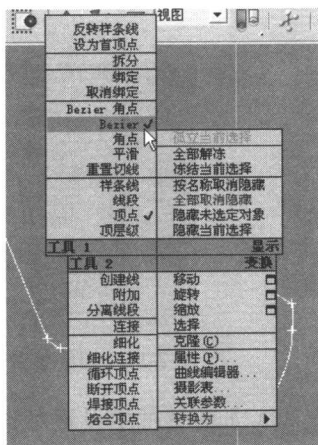

图 2-15 选择【Bezier】
Step 15 分别在第四、五、六个顶点上右击，在弹出的快捷菜单中选择【Bezier】，如图 2-15 所示。